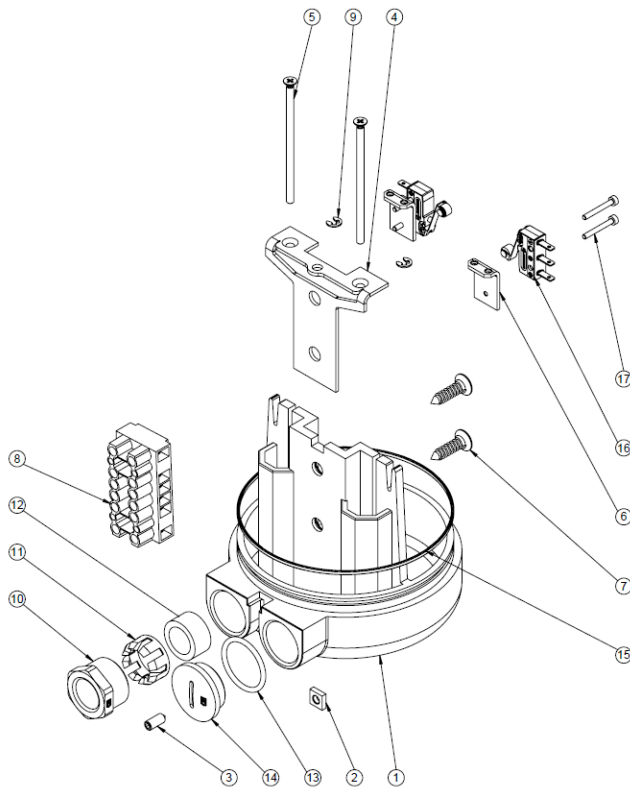
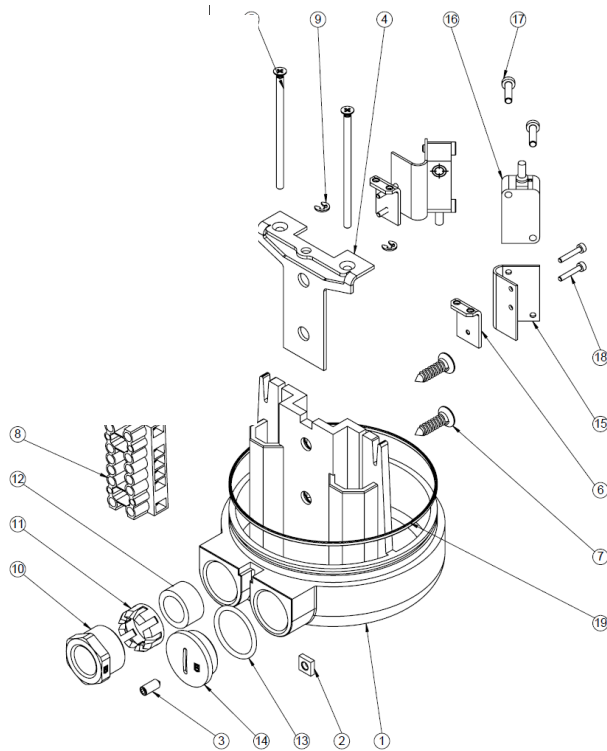

Abbildung 2 Explosionsdarstellung 024.85 Detail
Abbildung 3 Explosionsdarstellung 024.86/024.87 Detail
- Lage des Dichtrings kontrollieren (Pos. 15 Abbildung 2 bzw. Pos. 19 Abbildung 3).